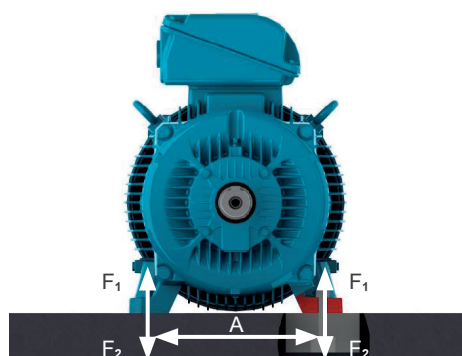

Figura 6.3: Motor instalado sobre base de concreto
Los esfuerzos sobre los cimientos pueden ser calculados por las ecuaciones (ver Figura 6.3 de la página 107):
- Bases metálicas: más comunes para motores de pequeño tamaño (ver Figura 6.3 de la página 107).